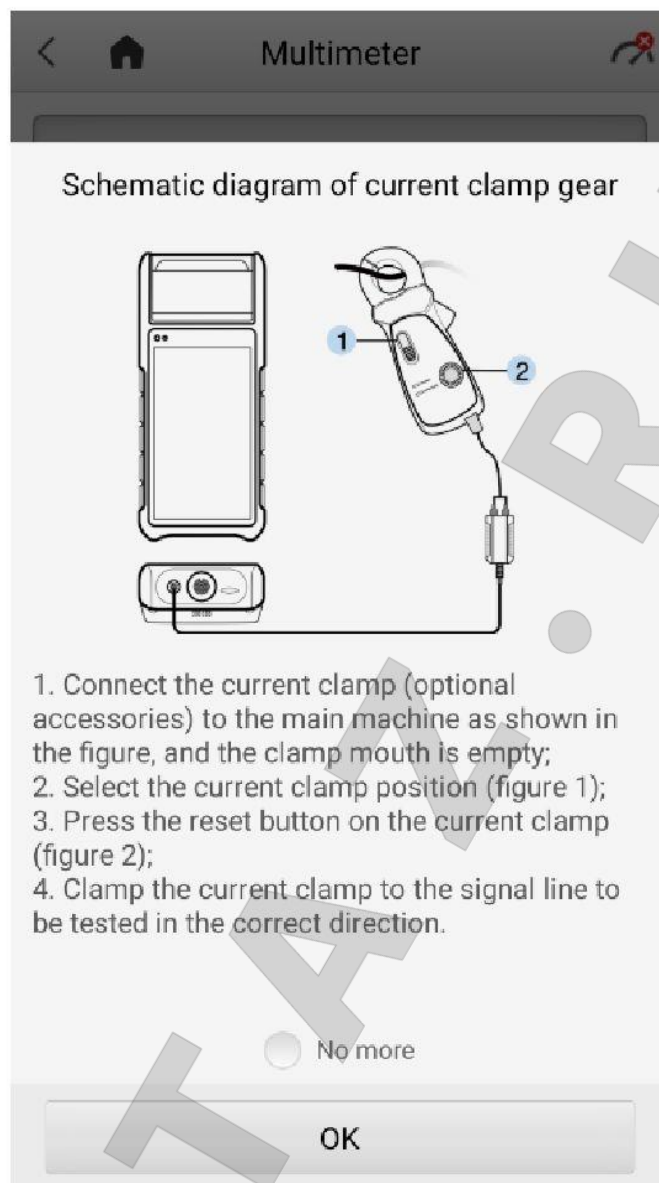

Рисунок 9-3. Пример схемы подключения токоизмерительных клещей
3. В случае измерения переменного/постоянного тока необходимо использовать токовые клещи, подходящие для соответствующего диапазона измерений тока (см. рисунок 9-3). Выберите **No more [Больше не показывать]**, чтобы скрыть схему.